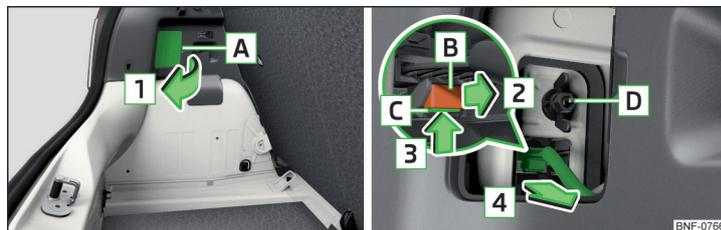

Fig. 147 Démontage des lampes / retrait de la fiche
- Ouvrez le cache dans la zone **A** dans le sens de la flèche **1** » fig. 147.
- Vissez l'écrou en plastique **D** » fig. 147 et serrez-le.